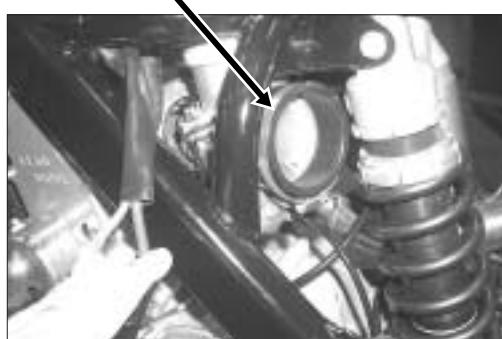

Fig. 37
- Allentare la fascetta di innesto del manichetto sulla scatola filtro aria F (Fig.37).
- Loosen the coupling engagement clamp on the air filter box aria F (Fig.37).
- Die Kupplungsklemme der Muffe auf dem Gehäuse des Luftfilters F lockern (Abb. 37).
- Desserrer le collier de raccordement de la durit sur le corps du filtre à air F (Fig.37).